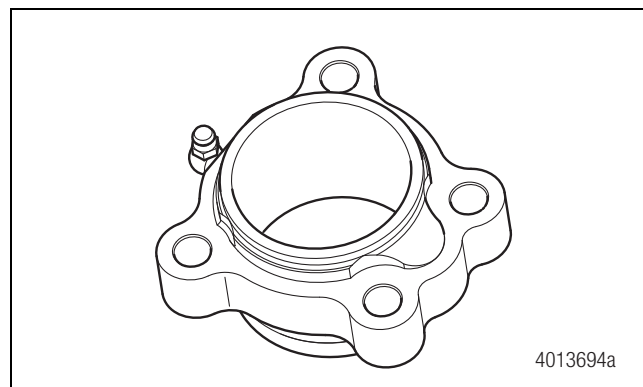

Figura 11.44
8. Limpie la superficie interior del portabuje. Figura 11.44.